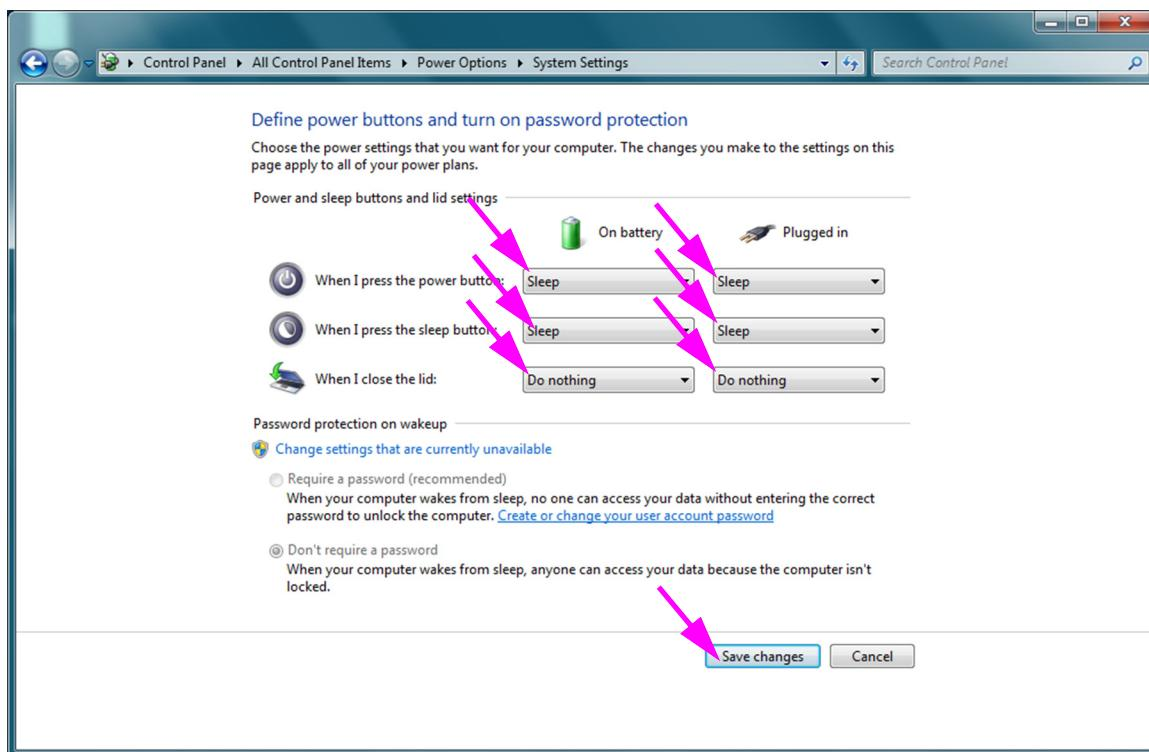

Figura 2-23. Janela System Settings (Definições do sistema)
9. **Apenas portáteis:** Na janela Power Options (Opções de Energia), clique na entrada **Choose what closing the lid does (Escolher o que faz o fecho da tampa)**. É apresentada a janela System Settings (Definições do sistema) (consulte a figura 2-23). Defina a opção **When I close the lid (Quando fecho a tampa do portátil)** para **Do nothing (Não fazer nada)** e defina todas as outras opções para **Sleep (Suspender)** e clique em **Save Changes (Guardar alterações)**.